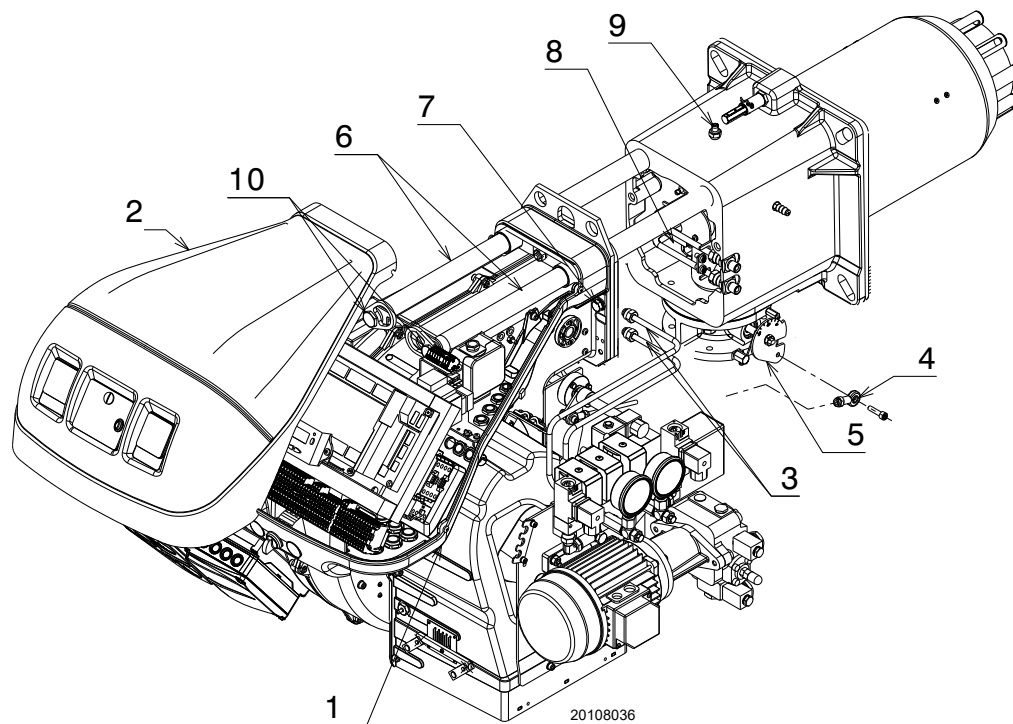

Fig. 61
- Loosen the 4 screws 1)(Fig. 61) and remove the hood 2).